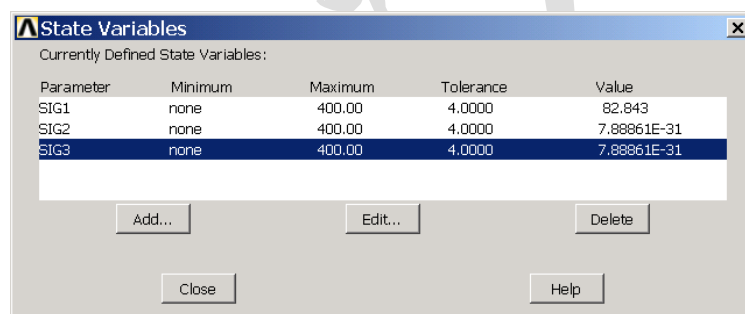

图12.38 定义的状态变量
(30) 重复上一步的操作，分别定义 SIG2 和 SIG3 为状态变量，其取值范围和 SIG1 相同。完成后的状态变量如图 12.38 所示。